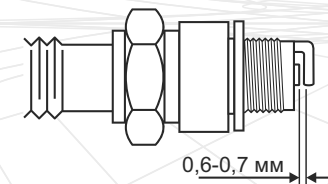

Рисунок 5
5. Используя специальный щуп, измерьте зазор между электродами свечи (если необходимо, выставьте зазор 0,6 – 0,7 мм, осторожно подгибая боковой электрод) (см. рис. 5).